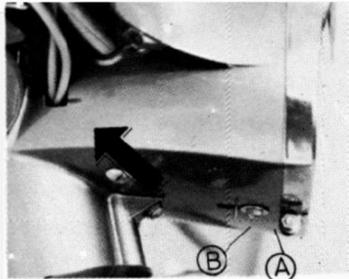

Fig. 21
Para realizar la regulación del faro aflojar el tornillo (A) (fig. 21) y actuar sobre la palanca (B).